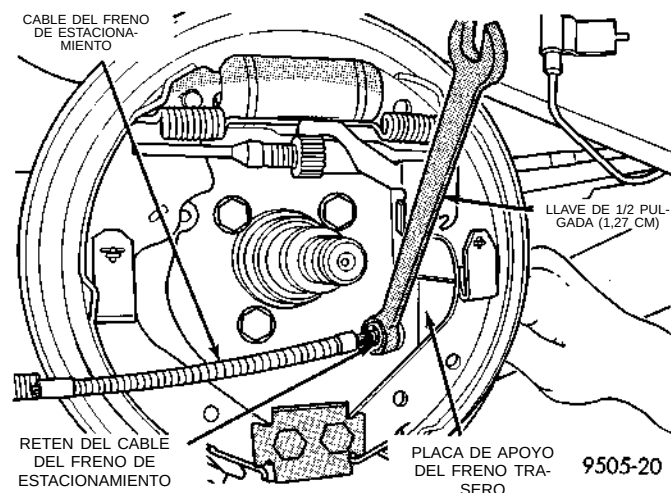

Fig. 150 Desmontaje del cable del freno de estacionamiento de la placa de apoyo del freno
(20) En los vehículos que tienen instalados frenos traseros de tambor, retire el cable del freno de estacionamiento (Fig. 150) de la placa de apoyo del freno trasero. Para retirar el cable del freno de estacionamiento de la placa de apoyo del freno, utilice una llave de 1/2 pulgada (1,27 cm) como se muestra en (Fig. 150) para comprimir las lengüetas de fijación en el retén del cable del freno de estacionamiento.
(21) En los vehículos que tienen instalados frenos traseros de disco, retire el cable del freno de estacio-